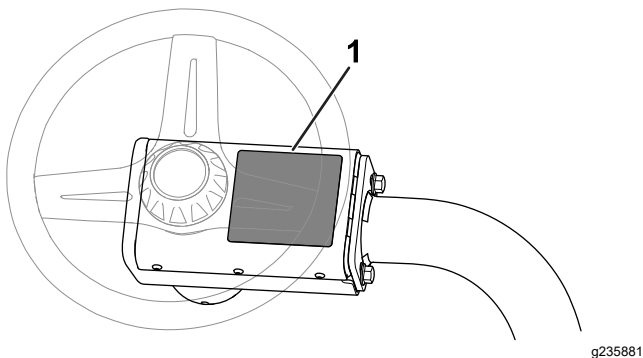

Bild 8
- Überkleben Sie den vorhandenen Warnaufkleber (Bestellnummer 136-8506 mit dem CE-konformen Warnaufkleber (Bestellnummer 136-8505) an der Maschine. Bild 8 zeigt die Position des Warnaufklebers.